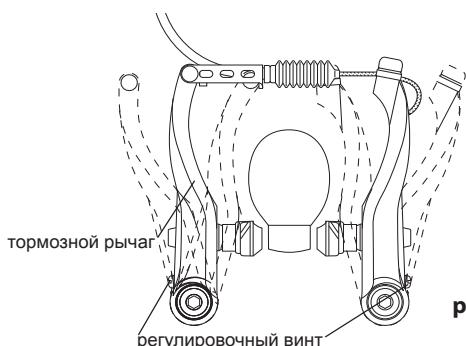

рис. 27
- используя регулировочные винты на тормозных рычагах, добейтесь равномерного развода тормозных рычагов (рис. 27);